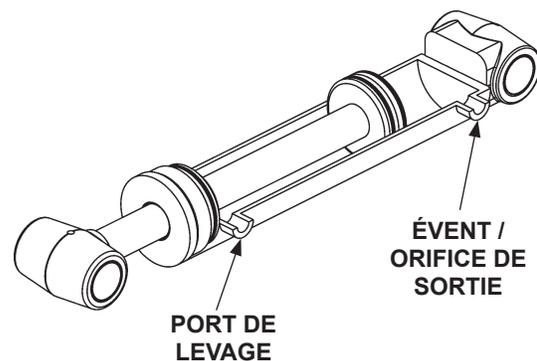

FIG. 34-3
3. Vérifiez le vérin hydraulique. Avec la plate-forme au sol, retirez la ligne hydraulique de l'évent/orifice de sortie du vérin (FIG. 34-3). Relevez la plate-forme à hauteur de plancher. Laissez le moteur de la pompe tourner deux secondes de plus pendant que vous vérifiez la présence de fluide hydraulique dans l'évent/orifice de sortie. Il est normal que quelques gouttes de fluide hydraulique s'échappent de l'évent/orifice de sortie ; toutefois, si elles s'écoulent en abondance de l'évent/orifice de sortie, les joints du piston sont usés. Remplacez les joints.